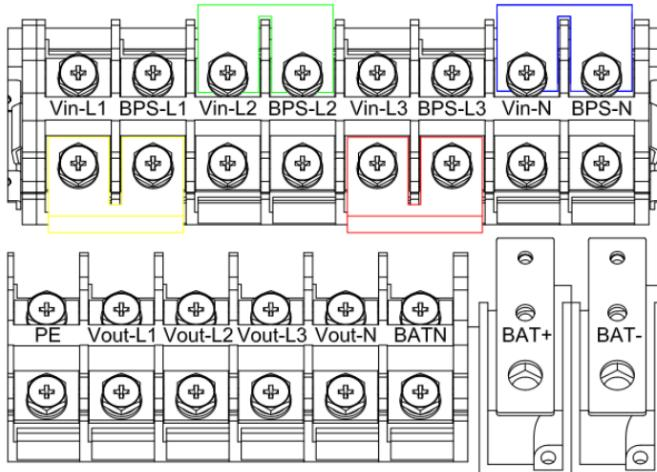

Рисунок 5 — Схема подключения изделия при одиночном входе, где клеммы Vin и BPS соединены медными перемычками по фазам и нейтрали
- Проводники фаз L1, L2, L3 и провод N питающей линии от распределительного щита, предназначенные для подключения на входы изделия, должны быть обесточены (см. рисунок 5,6)